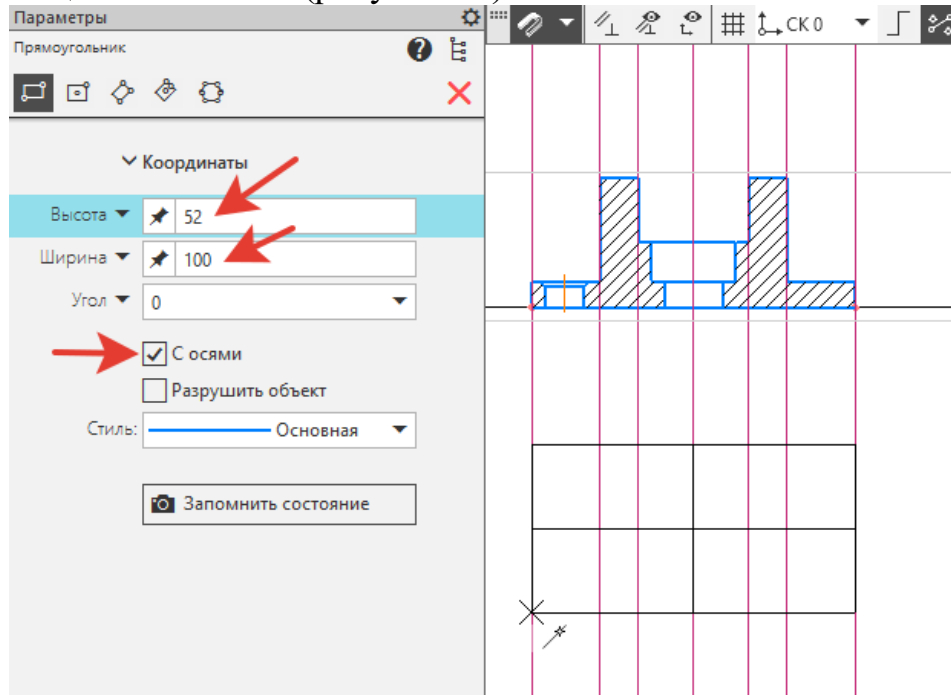

Рисунок 47.
11. Отступаем от главного вида произвольное расстояние. Выполняем прямоугольник: **Высота – 52, Ширина – 100**, ставим галочку - **С осями**. Крепим фантом щелчком мыши (рисунок 47).